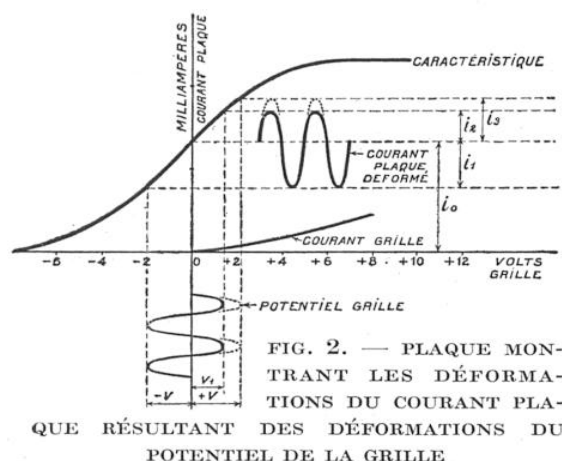
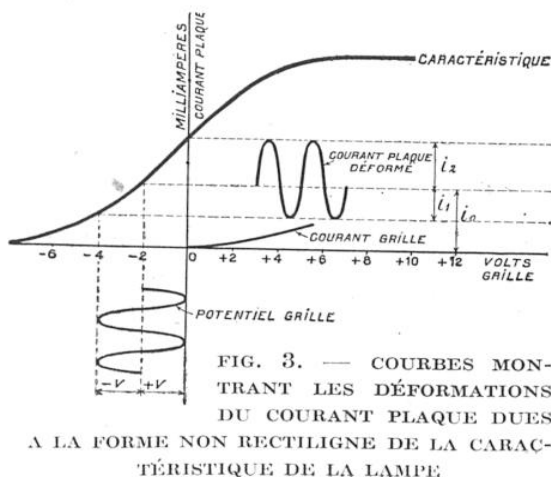

FIG. 2. — PLAQUE MONTRANT LES DÉFORMATIONS DU COURANT PLAQUE RÉSULTANT DES DÉFORMATIONS DU POTENTIEL DE LA GRILLE
FIG. 3. — COURBES MONTRANT LES DÉFORMATIONS DU COURANT PLAQUE DUES À LA FORME NON RECTILIGNE DE LA CARACTÉRISTIQUE DE LA LAMPE
compte en étudiant la caractéristique de la lampe travaillant en amplificatrice basse fréquence. Deux cas peuvent se présenter : 1° la grille de la lampe B. F. est reliée directement à la borne négative du filament ; 2° une batterie de piles sèches rend la grille négative par rapport au filament. Dans le premier cas, le potentiel de la grille au repos est au zéro. Le potentiel variable aux bornes du secondaire du transformateur d'entrée lui impose des variations de voltage $\pm v$ (voir fig. 2). Mais, en raison du courant grille (1), les oscillations positives ne peuvent pas atteindre cette valeur et le potentiel grille oscille, en fait, entre $-v$ et $+v_1$, ou $v > v_1$; les variations déformées du potentiel grille provoquent, évidemment, des variations également déformées du courant plaque, comme on peut s'en rendre compte en examinant la courbe du courant plaque sur la figure 2. Nous voyons que le courant
(1) Se reporter à l'article de notre collaborateur M. Constantin Vinogradov, intitulé : « Comment choisir un bon radio-récepteur », page 503, n° 90 de décembre 1924.
Passons au deuxième cas (grille négative par rapport au filament). Supposons que le potentiel négatif de la grille au repos soit de $-2v$. Le courant grille n'existant pas dans les limites d'oscillation du potentiel grille (voir fig. 3), la valeur de ce dernier augmentera et diminuera d'une façon symétrique. Si la caractéristique de la lampe était une droite, cette variation symétrique du potentiel de la grille entraînerait des variations également symétriques du courant. Mais, la caractéristique de la lampe n'étant jamais absolument rectiligne, les variations du courant plaque subissent des déformations comme l'indique la courbe de la figure 3. Cette asymétrie des variations du courant plaque serait encore plus prononcée si l'on
Il va nous falloir d'abord tailler les deux pièces de bois de 1 mètre de long, de façon à les joindre en une croix sur laquelle s'enroulera le fil. Pour cela, on taillera au centre de chaque morceau une encoche de 1 cm. 5 de largeur, de 2 cm. 5 de profondeur, comme le montre la figure 1 de la planche 10. En plaçant l'une sur l'autre les encoches taillées dans chacun des morceaux de bois (fig. 2), on obtiendra un montage en croix représenté figure 3.